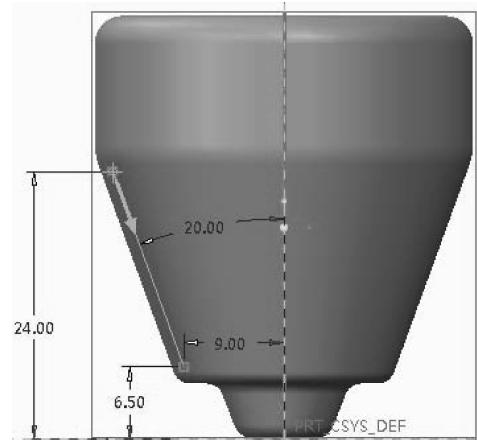

图 4-17 融合扫描轨迹
3) 单击“参考”按钮，在弹出的对话框中单击“定义”按钮，系统弹出草绘对话框，选择 FRONT 面为草绘平面，方向向右，系统进入草绘环境，绘制如图 4-17 所示的螺旋扫描轨迹（提示：一定要创建中心线，否则无法创建扫描特征）。单击“确定”按钮，退出草绘环境。